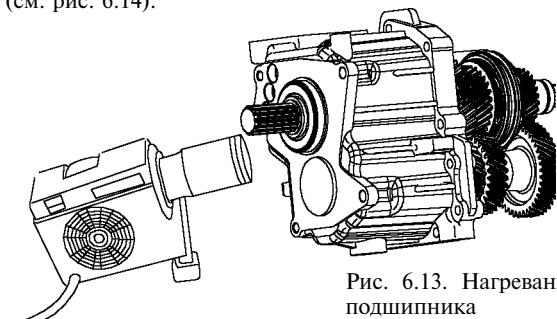

Рис. 6.13. Нагревание подшипника
12. Для демонтажа из заднего картера коробки передач вторичного вала в сборе, промежуточного вала в сборе и штоков нагрейте заднюю стенку картера в районе сдвоенного подшипника при помощи электронагревателя, как показано на рис. 6.13.